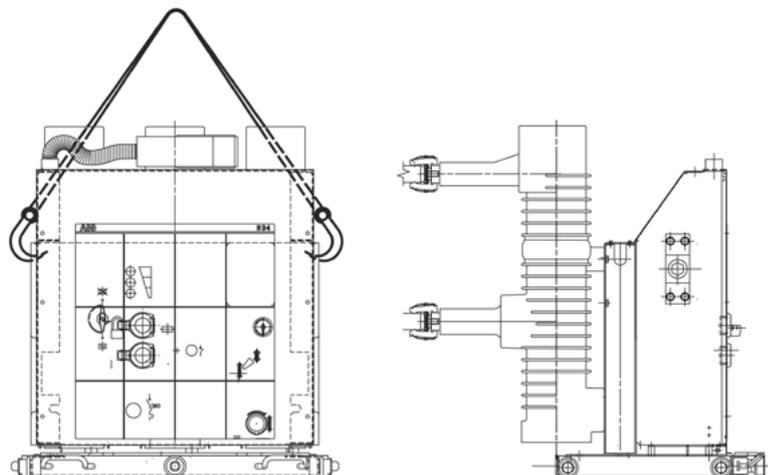

Fig.13c
6.4.4.2 Movimentazione con gru (Fig.13c)
6.4.4.2 Handling with crane (Fig.13c)